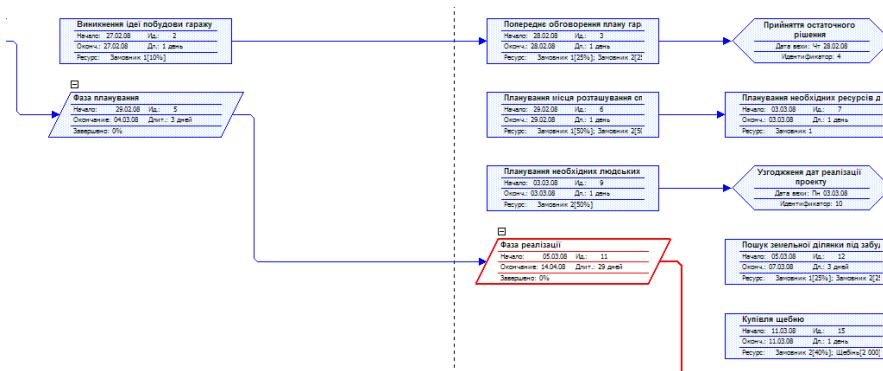

Рис. 2.14. Фрагмент PERT-діаграми Ганта в Microsoft Project
**Сітковий графік PERT**— звичайна назва сіткового графу типу "роботи-зв'язки" (рис. 2.14). Кожен проект представляється у вигляді набору окремих операцій (робіт). Ці операції зв'язані один з одним різними умовами.
На рис. 2.14 ромбами показані - фази проекту, прямокутниками - роботи, а шестикутниками - події. Таким чином, ланцюжок робіт перетворюється в